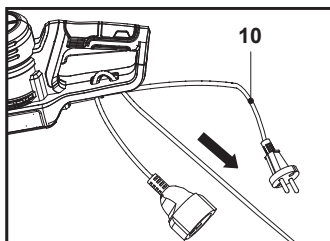

Fig. 3
2. Con el cable alargador colocado sobre la sujeción (11), tire del cable de alimentación (10) con cuidado hasta confirmar que queda bien sujeto (Fig. 3).